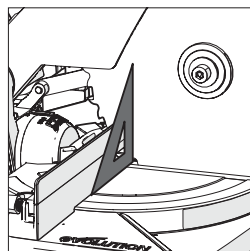

Fig. 8
- Placera gradskivan på bordet med en kort kant mot bordet och den andra korta kanten mot bladet (undvik bladtändernas TCT-spetsar) (**Fig. 8**).